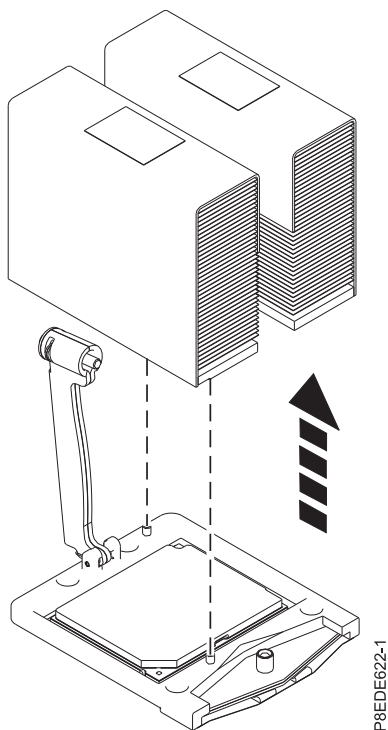

Figura 6. Removendo o dissipador de calor
7. Segure o dissipador de calor e remova-o ao erguê-lo, conforme mostrado em Figura 6.